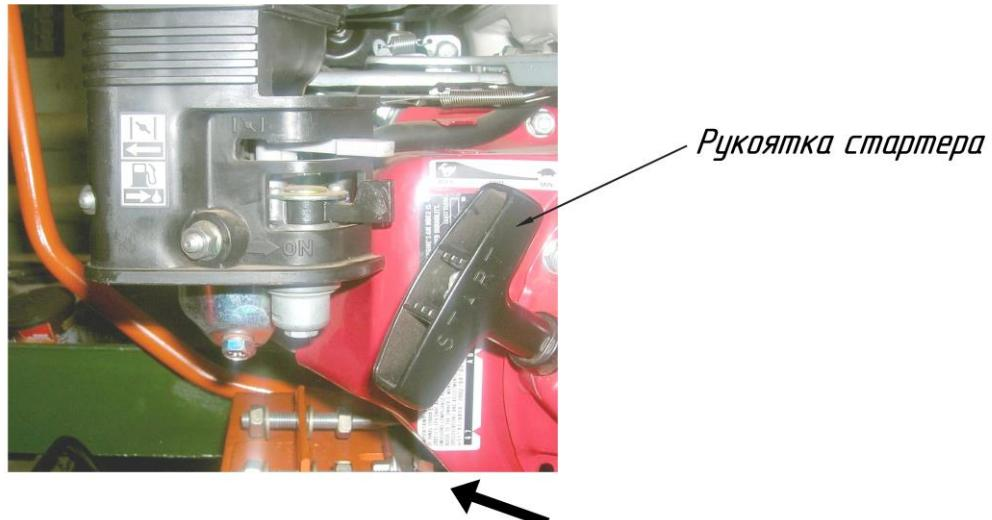

Рисунок 8. Запуск двигателя при помощи рукоятки стартера
- Легко тяните рукоятку стартера до тех пор, пока не почувствуете сопротивление, затем резко дерните её на себя (рисунок 8).